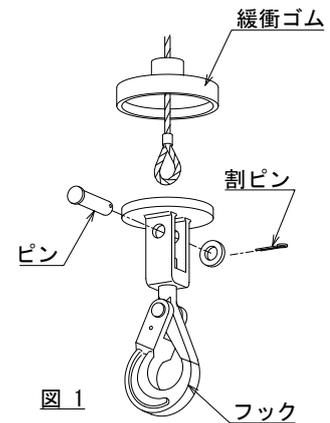

図 1
割ピンを手持ちのプライヤーなどで取りはずし、ピンを抜き、ワイヤロープをはずす。(図1)
- 1) 新しいワイヤロープをフックに付いている円板の長穴に通す。(図1)